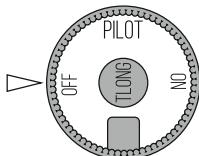

Рис. 23 Горелка выключена
- 1 В исходном (выключенном) положении ручка управления находится в положении «OFF» (см. рис. 23). Запальня и основная горелки погашены, подача газа к ним заблокирована.